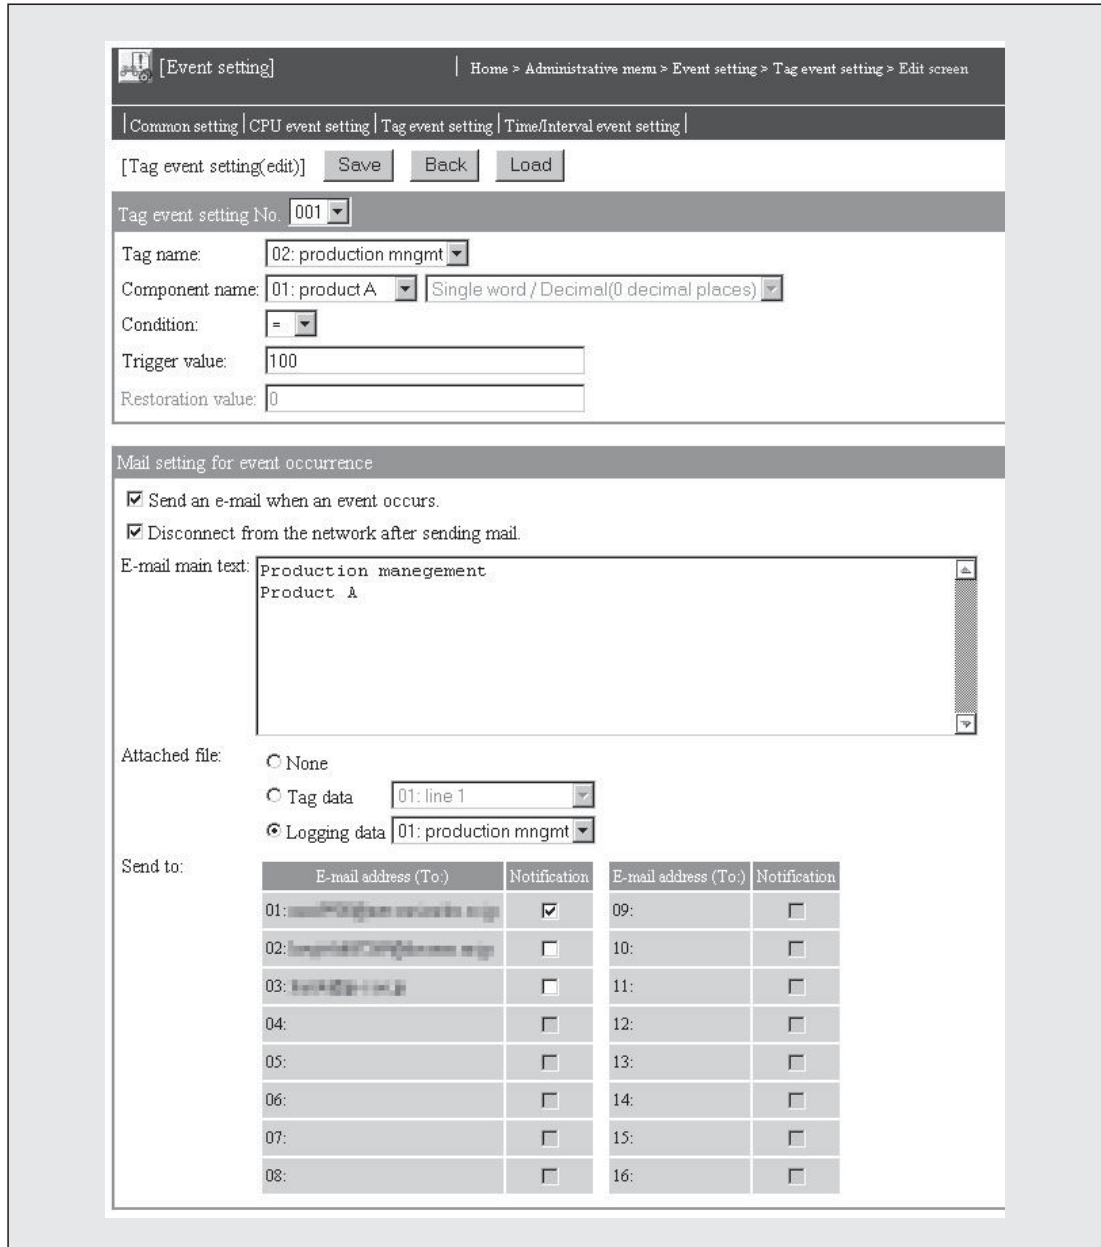

Abb. 7-44: Im Dialogfenster zur Einstellung eines Datensatz-Ereignisses kann die Übertragung einer E-Mail aktiviert werden.
- ① Bezeichnung des überwachten Datensatzes („Tag name“ in Abb. 7-44)
- ② Bezeichnung der Komponente („Component name“ in Abb. 7-44)
- ③ Eingestellte Bedingung für das Ereignis („Condition“ in Abb. 7-44)
- ④ Eingestellter Vergleichswert für das Ereignis („Trigger value“ in Abb. 7-44)
- ⑤ Zeitpunkt, an dem das Ereignis aufgetreten ist, im Format JJJJ/MM/TT hh:mm:ss